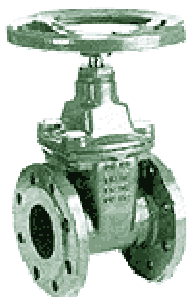

Figura V.5 - Registro de gaveta com cabeçote e volante
- Registros ou válvulas de manobra para controle do fluxo (Figura V.5);